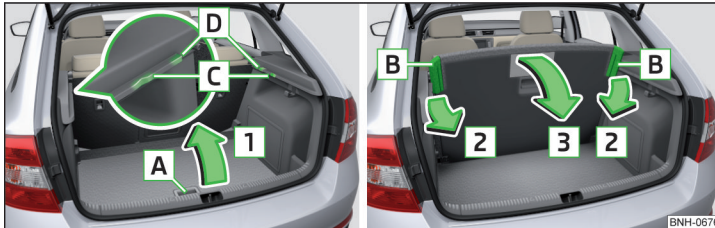

Fig. 99 Ridicarea/coborârea podelei variabile
► Ridicați podeaua variabilă de mânerul **A** în sensul săgeții **1**. Colțurile pliabile **B** trebuie asigurate în zonele **C** sau **D** („poziția de parcare”) » fig. 99.